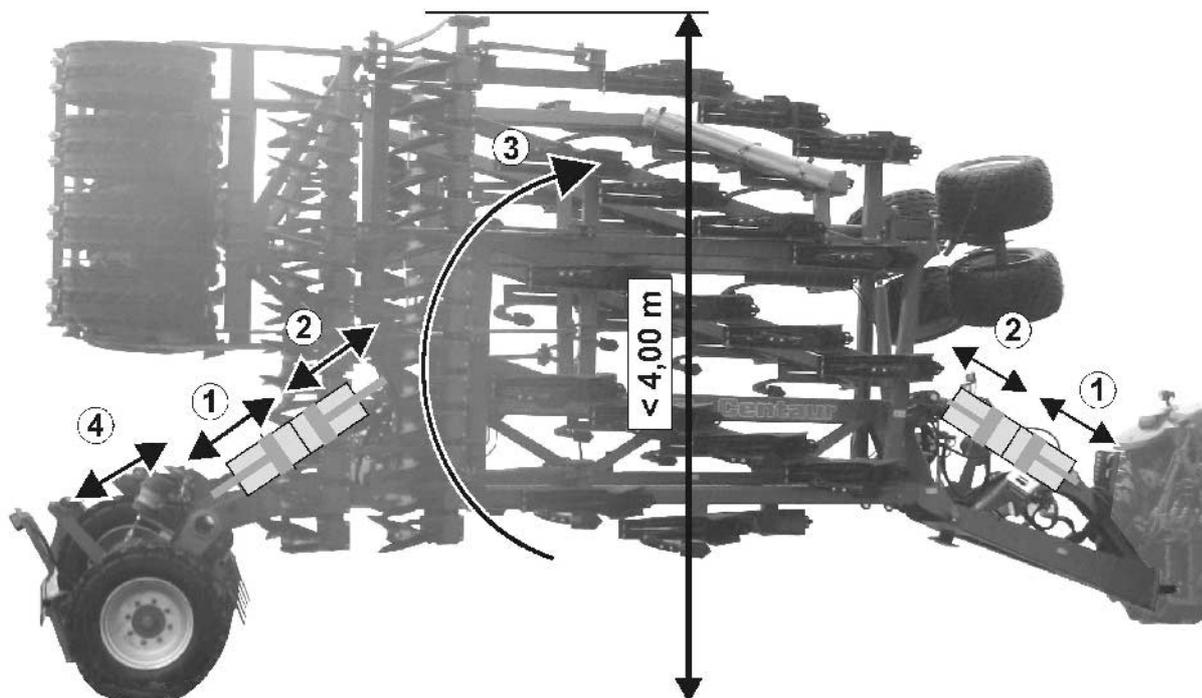

Fig. 49
- Maschine komplett anheben (Fig. 49/1).
- Maschine vollständig zusammenklappen (Fig. 49/3).
- Maschine komplett absenken (Fig. 49/2).
- Mittelwalze anheben (Fig. 49/4).
- Maschine absenken (Fig. 49/1).